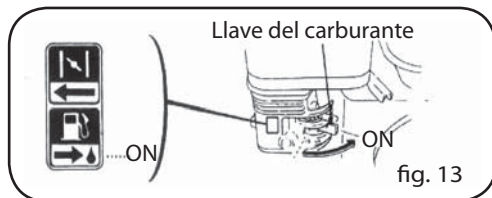

fig. 13
1. Coloque la llave del carburante en posición "ON" (Fig. 13).